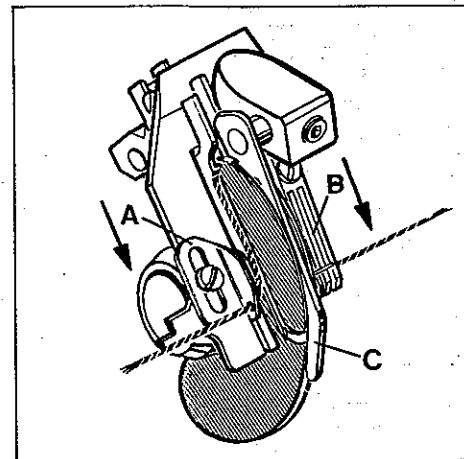

Fig.30
Retighten set screws and press the cast-off plate back to its home position. Make sure, that the take-up discs center in the slot of the cast-off plate and the take-up hub sits close left on the collar. Moving eyelet (A, Fig. 30) and comb (B) in direction of the arrows to the front increases the amount of looper thread in the system, moving to the rear decreases the amount of thread in system.
The retaining finger (C, Fig. 30) controls the looper thread after "cast-off", it prevents the looper thread from being wiped under the blade of the looper, when the looper moves from the right to the left. Set the finger (C) accordingly and make sure that it centers exactly between the take-up discs.
Durch Verschieben der Fadenführung (A, Fig. 30) und des Kammes (B) in Pfeilrichtung nach vorne wird mehr, durch Verschieben nach hinten wird weniger Greiferfaden abgezogen.
Der Abstreiffinger (C, Fig. 30) kontrolliert den Greiferfaden nach dem "Abspringen", er verhindert, daß der Greiferfaden unter die Greiferklinge gezogen wird, wenn sich der Greifer von rechts nach links bewegt. Stellen Sie den Finger (C) entsprechend und beachten Sie, daß er genau mittig zwischen den Aufnehmerscheiben steht.